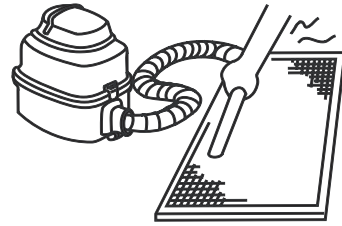

Рисунок 13.3
- а. Во время чистки пылесосом приточная сторона фильтра должна быть направлена вверх (см. рисунок 13.3).